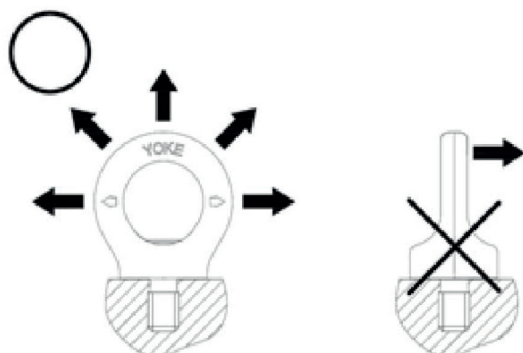

Abbildung 1
- Die Ringschraube darf nur mit der mitgelieferten Schraube montiert werden. Die Vorrichtung kann sich um 360° drehen und muss vor dem Einsatz auf die zulässige Zugrichtung ausgerichtet werden (siehe Abbildung 1).